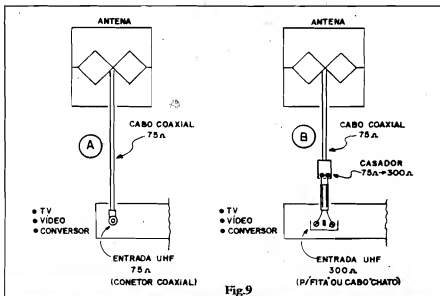

Fig.9
- **FIG. 9** - Adequação do cabo de descida. A chamada **impedância** de saída da nossa antena situa-se entre 60 e 80 ohms, o que exige sua conexão ao sistema de recepção via cabo coaxial (redondo) de 75 ohms. A figura dá as "dicas" de como fazer a ligação, em dois casos básicos: 9-A mostra um aparelho de TV, vídeo ou conversor, cuja **entrada de antena** apresenta 75 ohms de impedância (conector coaxial), caso em que a ligação pode ser direta. Em 9-B, contudo, o primeiro módulo usado na recepção (televisor, vídeo ou conversor) tem sua **entrada de antena** com impedância de 300 ohms (par de parafusos, para conexão de "fita" de 300 ohms). Nessa situação é exigido o uso de um **casador** (75-300 ohms) que deve fisicamente estar **junto ao aparelho** (e não junto à antena). Em qualquer caso, a **descida** deve ser feita em cabo coaxial redondo, 75 ohms, de boa qualidade. **IMPORTANTE:** nunca se deve usar cabo "demais"; o comprimento deve ser o estritamente necessário, evitando-se dobras, ângulos ou "tornos" de cabo pelo caminho, entre a antena e o primeiro módulo de recepção... Quanto mais direto o percurso, melhor para a recepção.
- FIG. 10 - Dentro dos alcances e condições normais de recepção, nossa antena dará resultados bons, porém, em casos extremos (quanto à distância da estação), poderá ser necessária a inclusão de um "reforçador" de sinal entre a antena e o receptor. Esse "reforçador" é encontrado no comércio especializado, sob o nome de BOOSTER DE UHF. Esse dispositivo de amplificação deve situar-se fisicamente próximo da antena, de modo que o cabo de descida já seja percorrido pelo sinal "reforçado". Os BOOSTERS contêm circuitos e necessitam de alimentação que tanto pode ser puxada da C.A. local, via "rabicho" e tomada, quanto "levada" ao "reforçador" através do próprio cabo de descida (as instruções estão sempre nos folhetos que acompanham o dispositivo, desde que seja de boa procedência...). Lembrar sempre: se a entrada de antena do BOOSTER for de 75 ohms (coaxial), o cabo pode ser ligado diretamente, caso contrário (entrada de 300 ohms) deverá ser intercalado um CASADOR 75-300 (ver fig. 9).
- 14-B - O receptor é apenas para VHF, mas está conjugado a um vídeo-cassete. Nesse caso, a interligação é mais simples e direta: o cabo que vem da antena de VHF (como já estava, certamente...) deve ser ligado à entrada VHF "IN" do VCR. O cabo que vem da antena de UHF deve ser ligado (eventualmente via "casador 75-300" - ver fig. 9-B) à entrada UHF "IN" do VCR. A ligação original entre o VCR e a TV pode ficar como está (cabo entre a "saída de RF" ou VHF "OUT" do VCR e a entrada normal da antena do receptor de TV). Nesse caso, o seletor da TV deve ficar, sempre no canal 3 ou 4 (dependendo do ponto "vago" existente na sua região ou cidade, condicionado pelo chaveamento feito no VCR para tal escolha...), e toda a sintonia, seja em VHF, seja em UHF, deve ser feita exclusi-